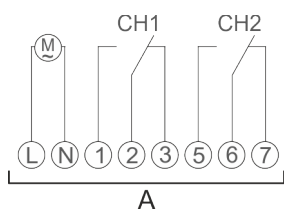

Fig. 5: Koblingsdiagram
3. Tilslutning kanaludvidelsen i henhold til koblingsdiagrammet (Fig. 5).